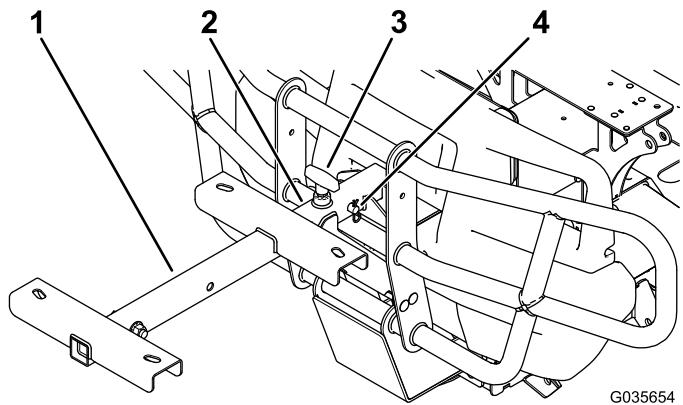

Рисунок 2
5. Затяните Т-образную рукоятку на передней навесной сцепке (Рисунок 2).
3. Ослабьте Т-образную рукоятку на передней навесной сцепке (Рисунок 2).